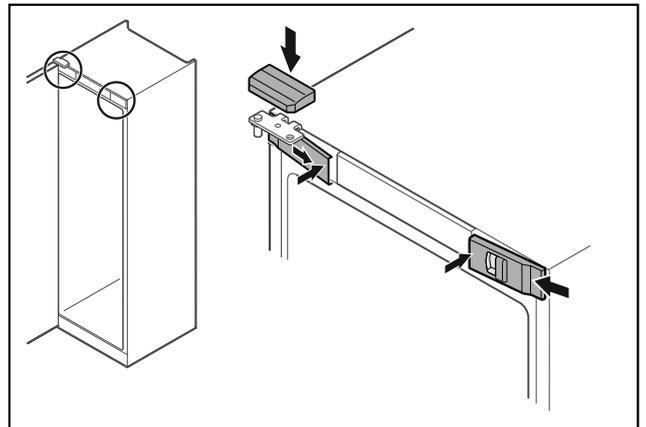

Fig. 50
- ▶ Enganche las cubiertas frontales Fig. 50 (1) lateralmente y encájelas por dentro.
- ▶ Encaje la cubierta superior Fig. 50 (2) desde arriba.